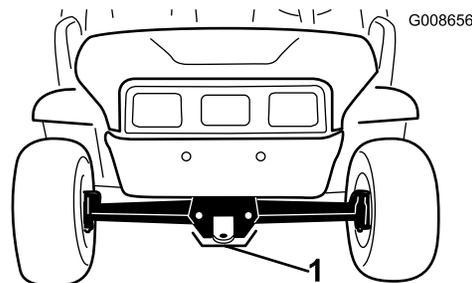

Figura 25
- O ponto de elevação dianteiro da máquina encontra-se na zona dianteira do chassis, por trás do garfo de reboque (Figura 25).